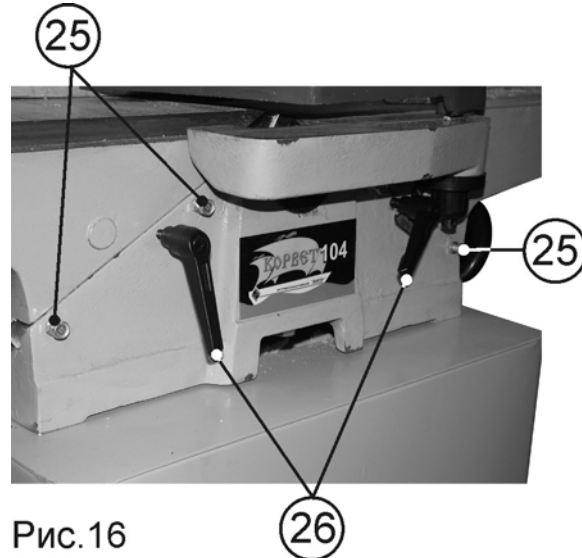

Рис. 16
10.5. Регулировка перемещения столов (Рис. 16)